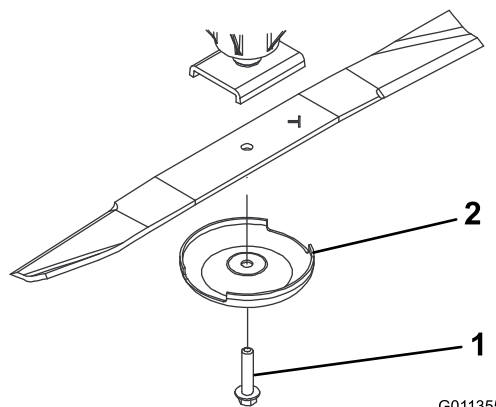

Figure 71
2. Tenez la lame par son extrémité avec un chiffon ou un gant épais. Enlevez le boulon, la coupelle de protection et la lame de l'axe de pivot (Figure 71).
3. Montez la lame, ailette vers l'unité de coupe, et fixez-la avec la coupelle de protection et le boulon (Figure 71). Serrez le boulon de la lame à un couple de 115 à 149 N·m.